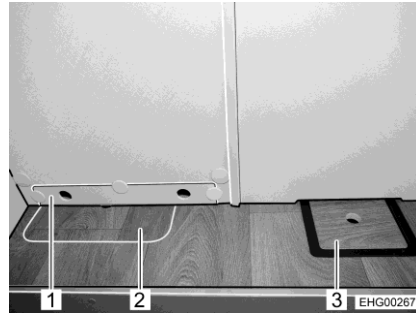

Fig. 141 Acceso al depósito de aguas residuales en la parte trasera
- Quitar el panel (Fig. 141,1).
- Abrir la tapa del suelo para el depósito de aguas residuales (Fig. 141,2)
- Abrir la tapa del suelo para la llave de desagüe (Fig. 141,3).
- Cerrar la tapa del suelo para la llave de desagüe (Fig. 141,3).
- Cerrar la tapa del suelo para el depósito de aguas residuales (Fig. 141,2).
- Volver a colocar el panel (Fig. 141,1).